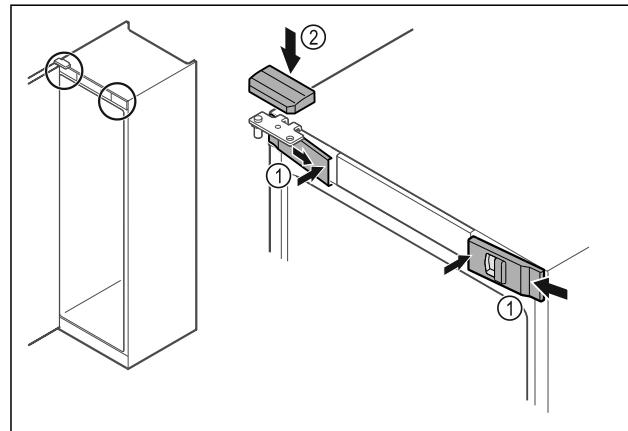

Fig. 54
- ▶ Зацепите сбоку и защелкните передние крышки Fig. 54 (1) с внутренней стороны.
- ▶ Защелкните верхнюю крышку Fig. 54 (2) сверху.